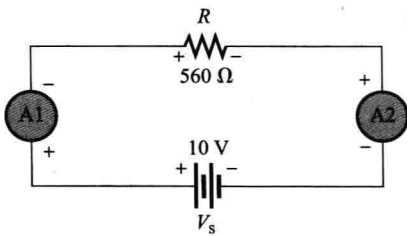

图 4-18 测试题 4 图
4. 在图 4-18 中,试问电流表 1 指示多大电流?电流表 2 呢?